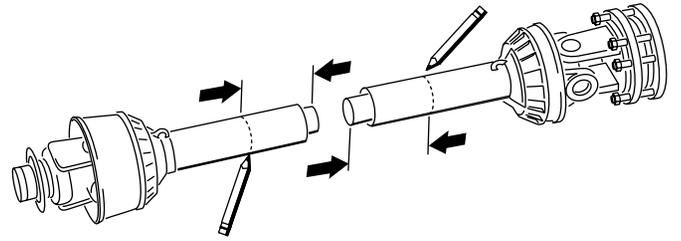
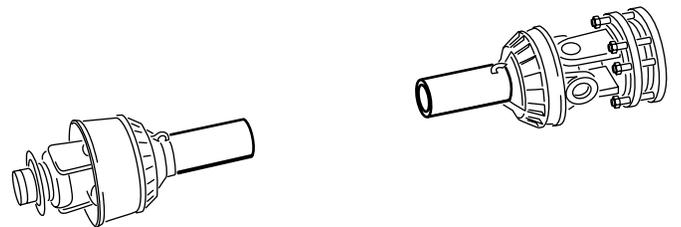

Bild 18
Bild 19
13. Verwenden Sie die in Schritt 8 erhaltenen Werte und ermitteln, markieren und schneiden Sie das Schutzblech und das Rohr von jeder Zapfwellenhälfte ab (**Bild 18** und **Bild 19**).